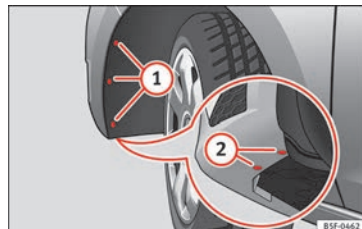

Fig. 214 Farol de nevoeiro: acesso ao conector e ao porta-lâmpadas.
- Retire os 3 parafusos ① »» Fig. 214 do interior do passa roda e os 2 parafusos inferiores ② »» Fig. 214 do para-choques, precisando para isso de uma chave de parafusos.